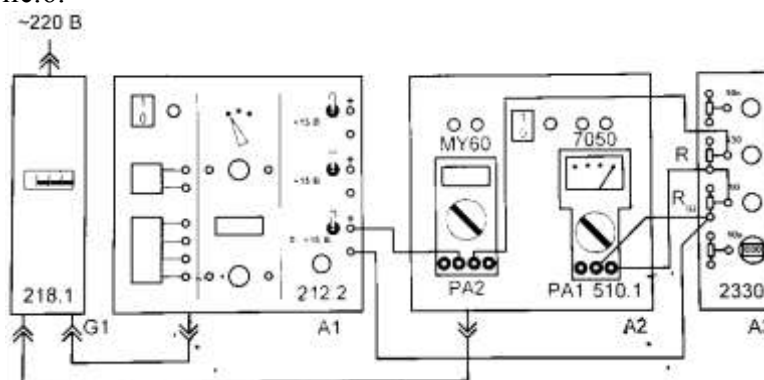

Рис.6 Схема электрическая соединений для расширения предела измерения амперметра
2. Расширение пределов измерения вольтметра с помощью добавочного сопротивления соедините аппаратуру в соответствии со схемой электрической соединений рис.6.